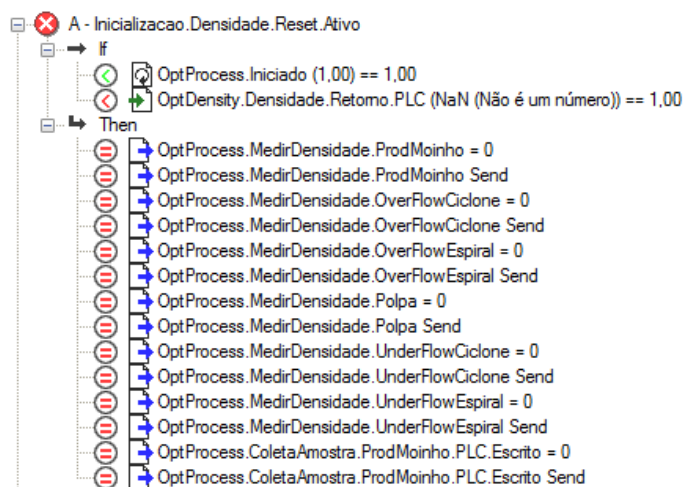

Figura 36 - Estratégia – Reset de densidade.
**Reset de Densidade:** A estratégia representada pela figura 36 é responsável por resetar comandos enviados do sistema com relação a medidas de densidade. O objetivo com essa estratégia é de evitar que o sistema envie comandos repetidos para o PLC.